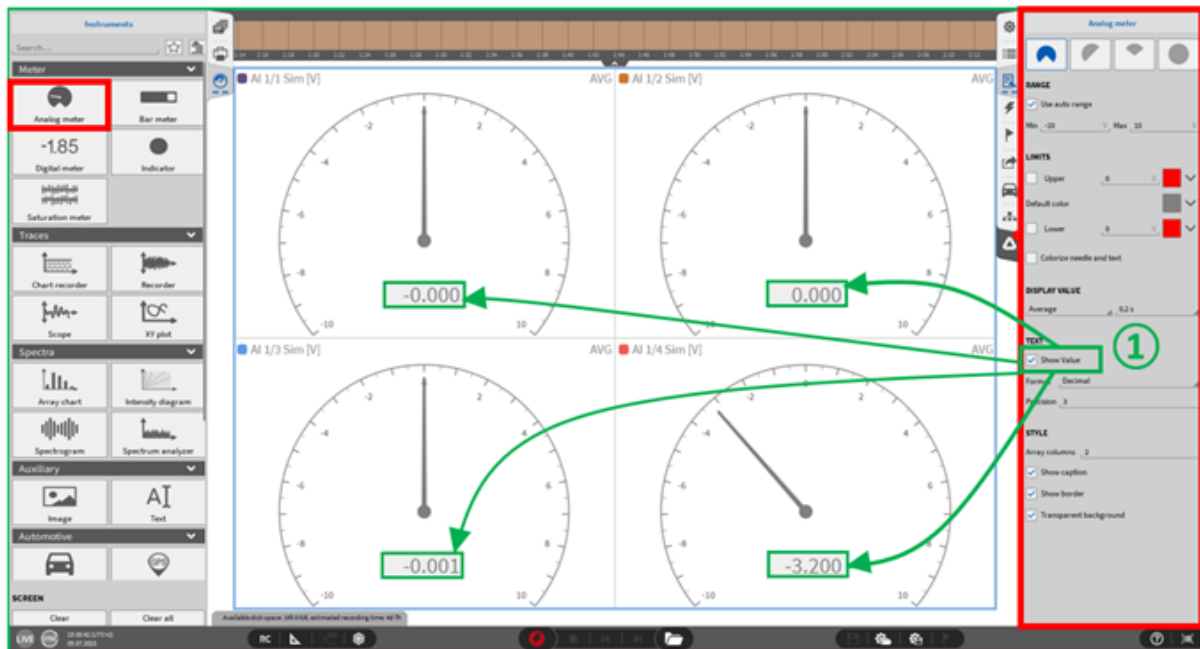

Abb. 8.8: Analoganzeige – Übersicht
- Wert anzeigen: Wenn die Checkbox für „Wert anzeigen“ aktiviert wird (siehe ① in Abb. 8.8), wird in der Analoganzeige zusätzlich der Wert in digitaler Form dargestellt.